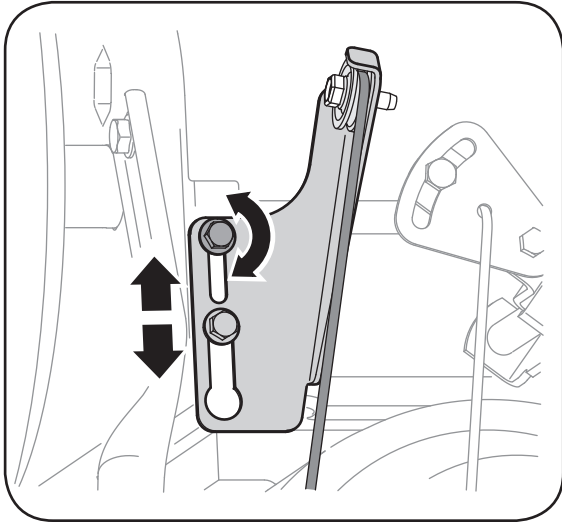

Figure 5-3
4. Si un réglage est nécessaire, desserrez l'écrou à six pans intérieur sur le support indexé du câble de transmission et relevez (ou abaissez) le support selon le besoin. Voir la Figure 5-3. Serrez l'écrou à six pans intérieur pour maintenir le support à la position correcte.
5. Desserrez le contre-écrou à six pans inférieur sur le support du câble de la transmission. Voir la Figure 5-3.